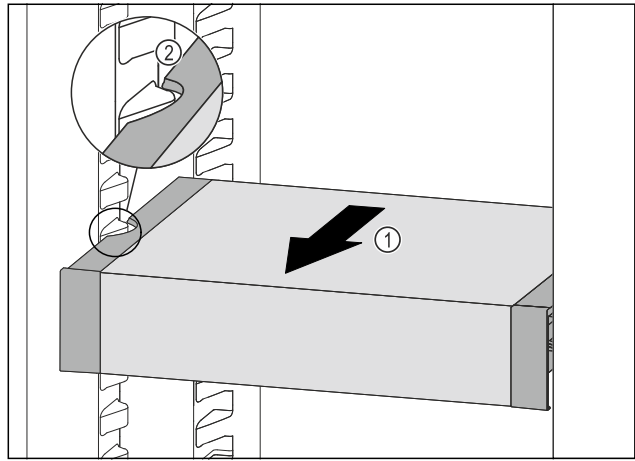

Fig. 80
- Tirer le VarioSafe vers l'avant Fig. 80 (1) jusqu'à ce que les encoches latérales du VarioSafe se trouvent au niveau de la nervure du bac dans la partie réfrigérateur. Fig. 80 (2)